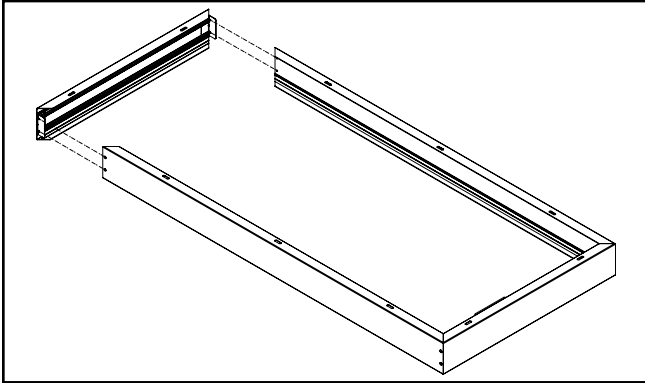

Figura 3.
- A3. Una un riel corto con los rieles largos insertando la pata sobresaliente de cada soporte en L- en la ranura correspondiente en el riel largo. Repita en el lado opuesto para formar un rectángulo. (Figura 3.)